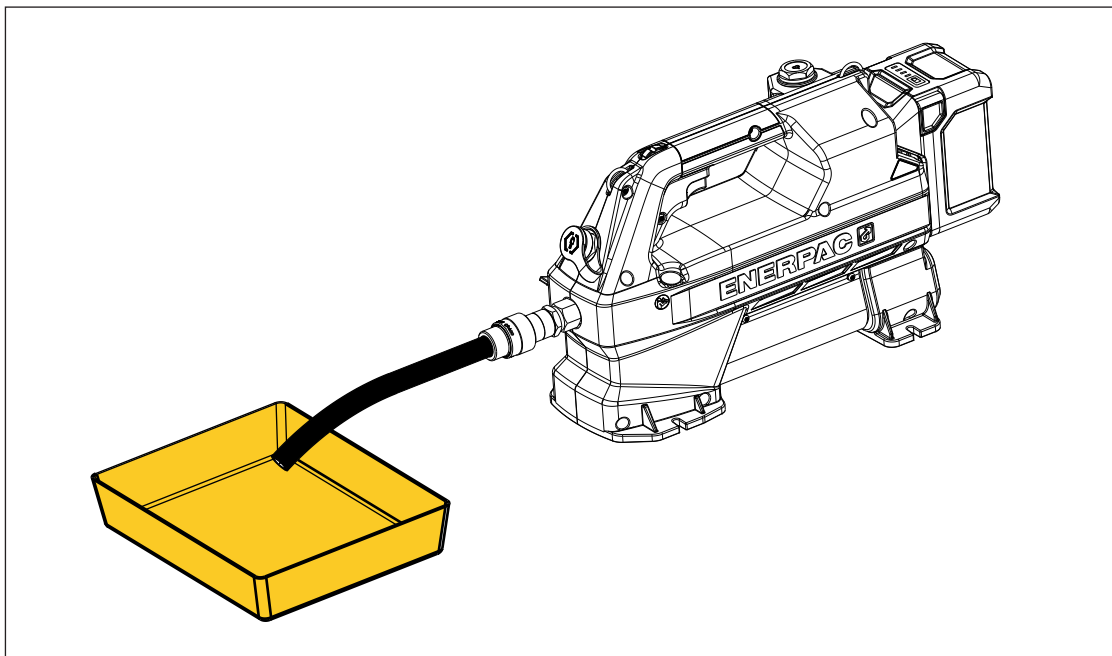

図15: 油圧容器の抜き取り
8. トリガースwitchを引き上げてポンプモータを始動し、容器の排出を開始します。ホースの開口部から流れ出るオイルが止まるまでモータを動かし続けます。その後、トリガースwitchを放します。図15を参照してください。